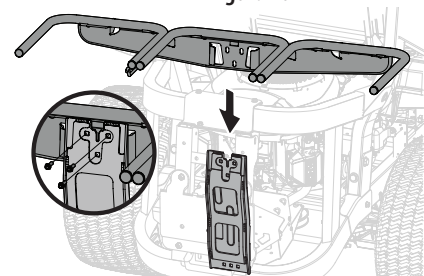

Figura 11
- Coloque y sujete el conjunto del colgador (683-04498B) en la ménsula de soporte vertical usando tres pernos de carro (710-0276), tres arandelas de cubeta (736-0242) y tres tuercas de seguridad con brida (712-04063) del paquete de herrajes 689-02619. Consulte la Figura 11.